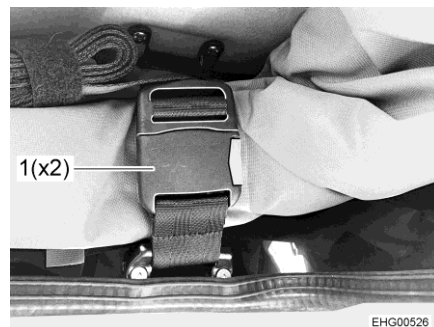

Bild 52 Gurtschloss
- Beide Gurtschlösser (Bild 52,1) öffnen.